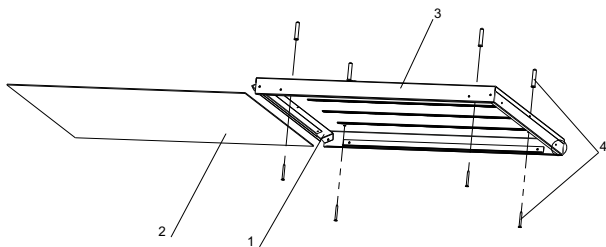
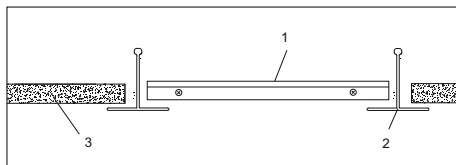

Рисунок 1
Рисунок 2
2.2 Накладной монтаж может применяться для светильника ДВО 1001. Осуществляется следующим образом (см. рис. 1):
- повернуть боковую крышку (1) светодиодной панели;
- извлечь рассеиватель (2);
- закрепить корпус светодиодной панели (3) через имеющиеся отверстия непосредственно на поверхность потолка. Крепёж (4) для накладного монтажа в комплекте не поставляется;
- в обратном порядке установить на корпус светодиодной панели (3) рассеиватель (2);
- вернуть боковую крышку (1) в исходное положение.
2.3 Встраиваемый монтаж производить в подвесные потолки типа «Armstrong» для светильника ДВО 1001 и ДВО 1201 (см. рис. 2). Светодиодную панель (1) установить на место потолочной плиты 600×600 мм (3) в межпотолочное пространство между направляющими (2) потолка «Armstrong», как показано на рисунке 2.